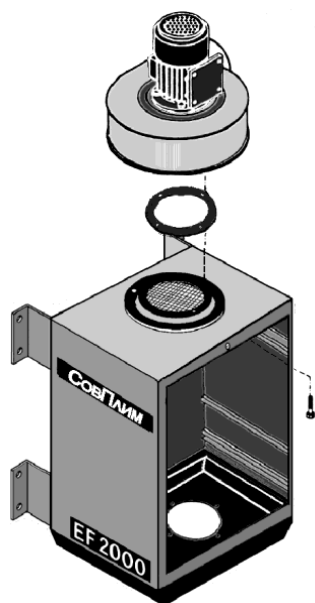

Рис. 8.3
- 8.4. При установке вентилятора на фильтр, отсоедините фланец вентилятора. Установите его на фильтр и соедините вместе фильтр, фланец, прокладку и вентилятор болтами изнутри корпуса фильтра (см. рис. 8.3).